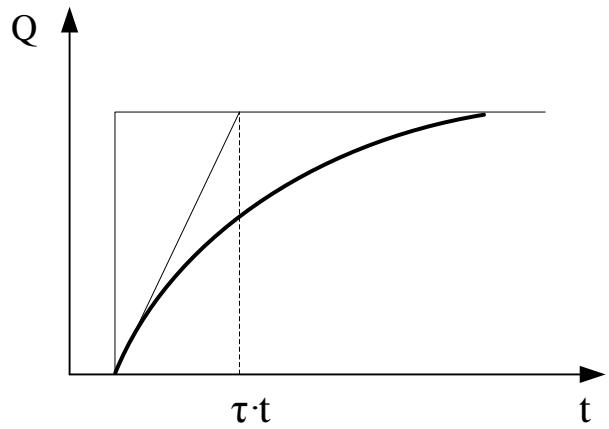

Рисунок 2
1.2.7 Расходомер имеет функцию демпфирования (сглаживания) показаний расхода. (см. рисунок 2). Коэффициент демпфирования  $\tau$  может быть установлен в пределах от 1 до 3. Функция демпфирования может быть отключена заданием коэффициента  $\tau$  равным 0. Коэффициент  $\tau$  также задает «отсечку» минимального расхода, при  $\tau = 0$  отсечка составляет 0,1 % от Qнаиб, при  $\tau = 1 - 0,2 \%$ , при  $\tau = 2 - 0,3 \%$ , при  $\tau = 3 - 0,4 \%$ .